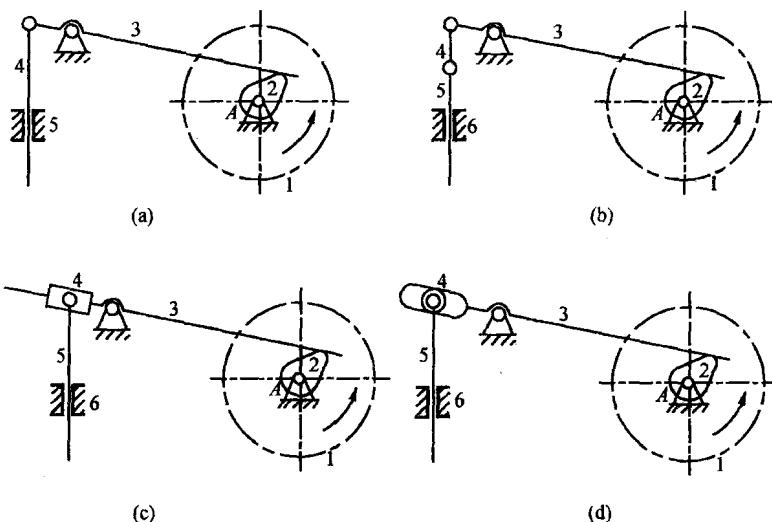

图 2-5
**【解题过程】** 机构运动简图见图 2-5(a) 示, 图中  $\mu_l = 0.04 \text{m/mm}$ 。
- ① 在构件 3、4 之间加一连杆及一个转动副(图 2-5(b) 所示);
- ② 在构件 3、4 之间加一滑块及一个移动副(图 2-5(c) 所示);
- ③ 在构件 3、4 之间加一局部自由度滚子及一个平面高副(图 2-5(d) 所示)。